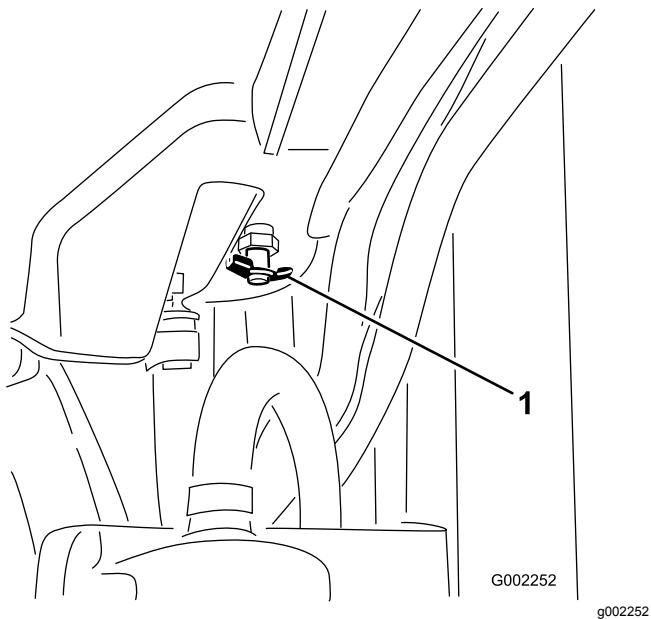

Figura 82
4. Abra la válvula de vaciado y deje que el refrigerante se drene al recipiente (Figura 82).
5. Cierre la válvula de vaciado (Figura 82).